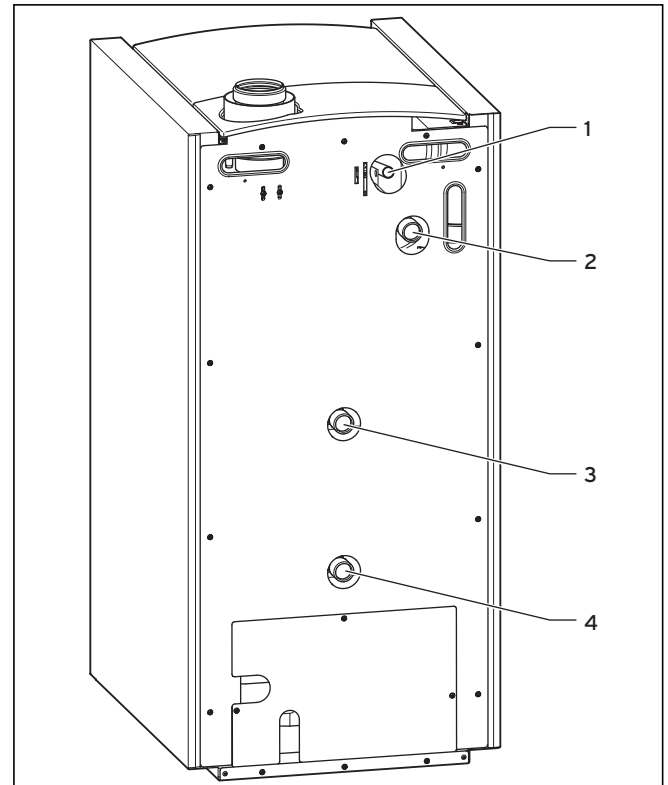

Рис. 5.4 Подключение со стороны отопления
- Подключите обратную линию водонагревателя к штуцеру обратной высокотемпературной линии котла (**3 на рис. 5.4**).